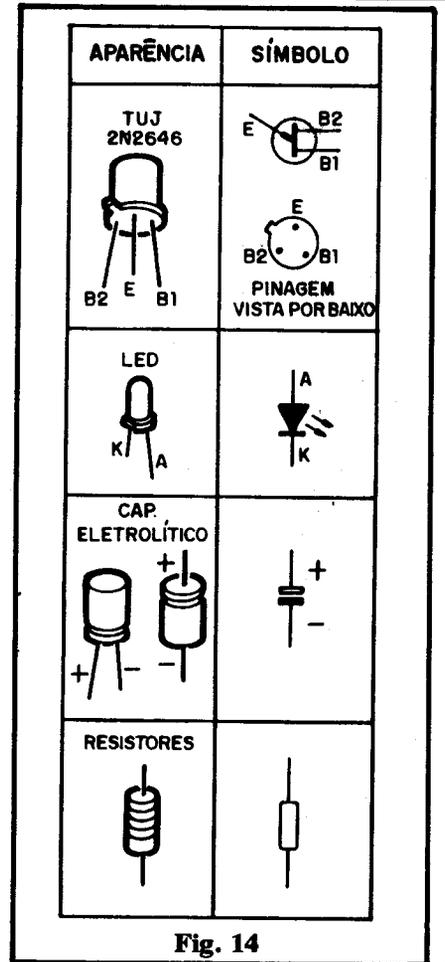

Fig. 14
- **FIG. 14** - Todos os componentes utilizados no circuito experimental, em suas aparências, símbolos, identificação de terminais, polaridades, etc. Embora o TUV seja um componente eletricamente "robusto", resistente a eventuais erros ou inversões nas ligações dos seus terminais, é bom prestar atenção na identificação das suas "pernas". O LED não tem mais "segredo" para a turma que acompanha o ABC desde a primeira "Aula". O capacitor eletrolítico é mostrado nos seus dois "modelos" mais comuns, com a respectiva polaridade das "pernas"... Finalmente, os resistores (manjadíssimos, a essas alturas do "campeonato"...), quanto aos quais o único requisito será a correta leitura dos valores (o CÓDIGO DE CORES está lá, em ABC nº 1, para os mais "esquecidinhos"...).